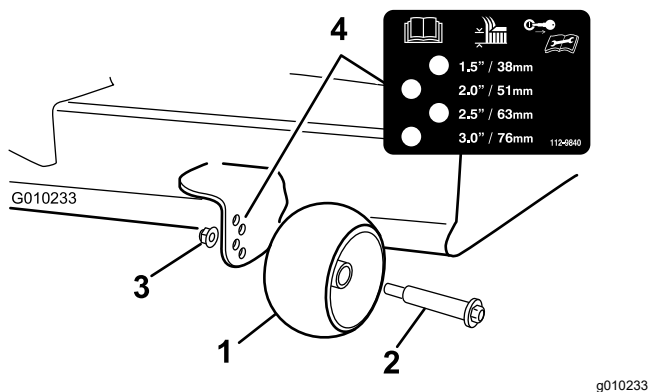

Figura 27
3. Ajuste los rodillos protectores del césped (Figura 27) a la posición de altura de corte más próxima.